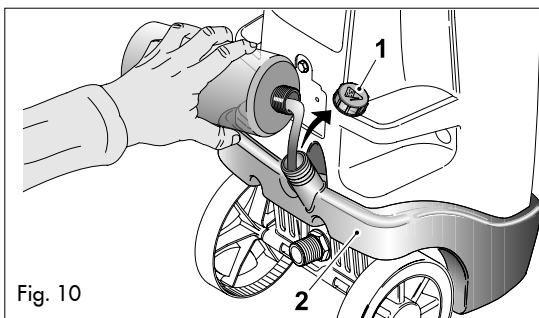

Fig. 10
- 1 Remove the plug reservoir (1) present on the back of the machine (Fig. 10)
- 2 Fill the reservoir (2) with suitable cleaning solution.
- 1 Enlevez le bouchon du réservoir (1) situé à l'arrière de la machine (Fig. 10)
- 2 Emplissez le réservoir (2) avec la solution de nettoyage appropriée.